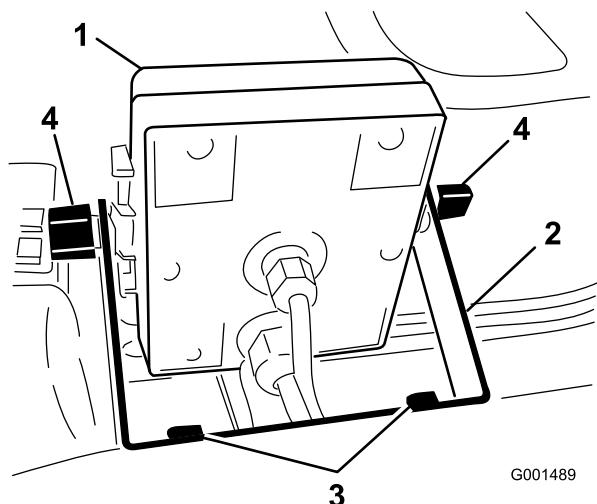
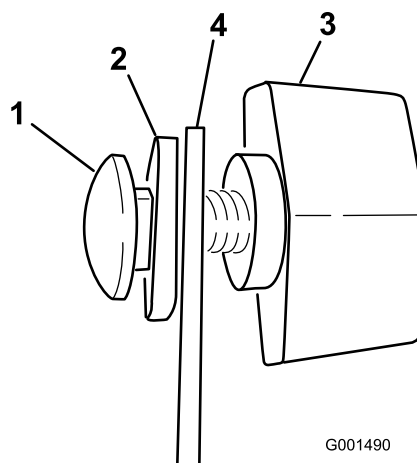

Figura 5
Figura 6
2. Instale o suporte do monitor no painel (Figura 5) com os 2 parafusos de cabeça flangeada (1/4 x 3/4 pol.) e 2 porcas flangeadas (1/4 pol.).
3. Coloque no suporte, sem apertar, os 2 parafusos de carroçaria, as anilhas de borracha, e os manípulos como mostram as ilustrações da Figura 5 e Figura 6.
6. Instale o monitor Spray Pro por cima das cabeças dos parafusos da carroçaria (Figura 5) e aperte os manípulos para fixá-lo.